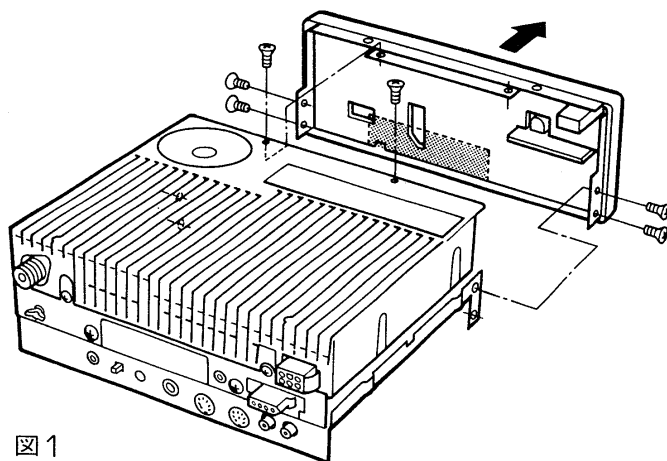

図1
(図1 参照)
- ①上カバーと下カバーを取り付けている16本のネジを外します。(図1参照)
- ②上カバー側がPAユニット、下カバー側がMAINユニットです。
(図1)